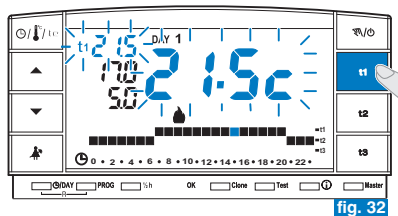

fig. 32
Si se selecciona una tecla (**t1** o **t2**) correspondiente a un set de temperatura bloqueado, la sigla (**t1** o **t2**), el correspondiente valor de al lado y los dígitos centrales parpadean (ejemplo en fig. 32). En este caso no se puede superar el valor de temperatura máxima o mínima más allá del límite de bloqueo configurado.
- Pulsar la tecla del set de temperatura que se desea desbloquear (**t1** o **t2**); la sigla seleccionada (**t1** o **t2**) el correspondiente valor de al lado y los dígitos centrales parpadean (ejemplo en fig. 32).